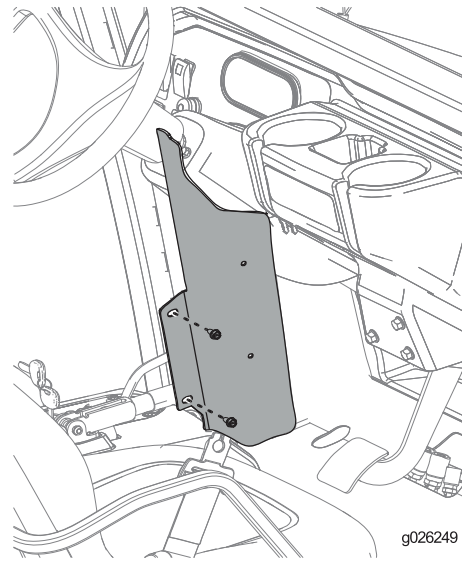

Figura 46
3. Montai panourile laterale pe fiecare parte a mainii utilizând 2 uruburi (1/4") aa cum se arată în Figura 46.